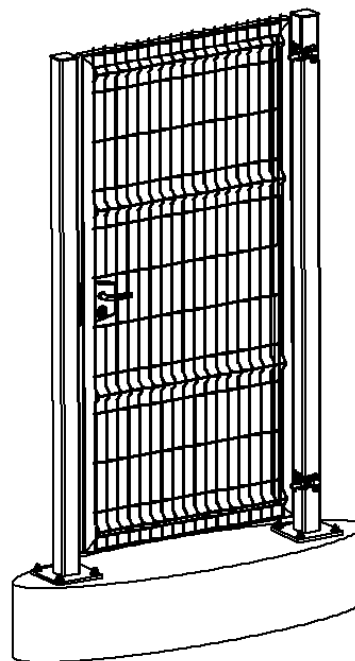

Рис.15
- при открытии во внутрь – рис.15.